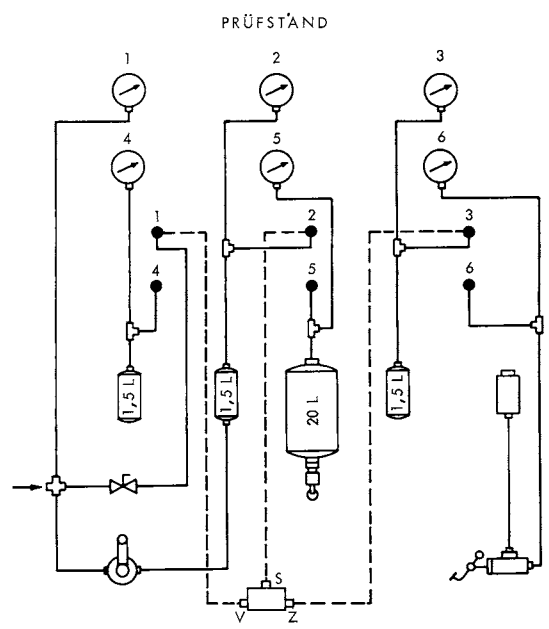

Abb. 3
c) Relaisventil nach Prüfschema anschließen (siehe Abb. 3). Zunächst jedoch die Anschlüsse "Z" und "S" offen lassen. Drehschieberventile und Absperrhahn sind geschlossen.